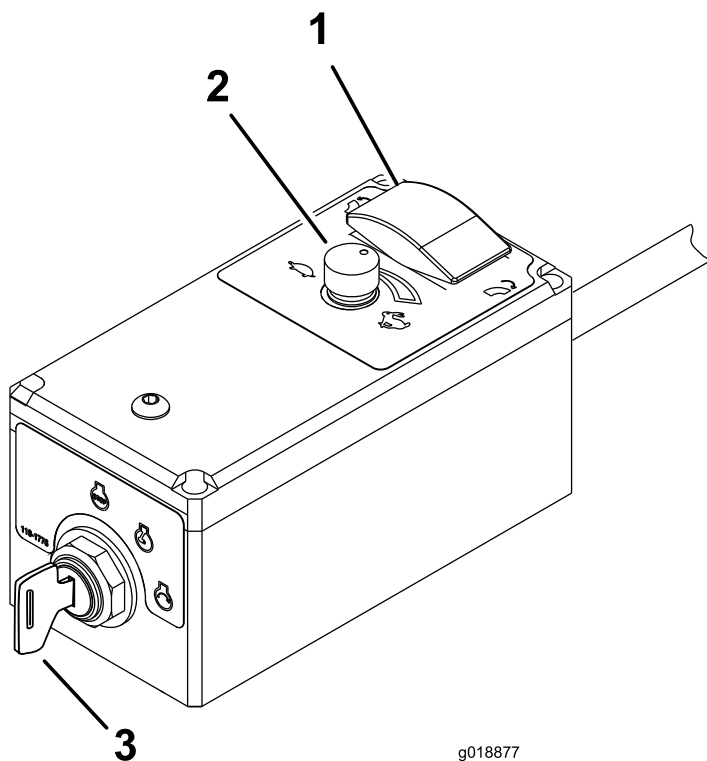

Figure 10
3. Tournez la clé de contact dans le sens horaire en position DÉMARRAGE pour démarrer le moteur, relâchez-la quand le moteur démarre (Figure 10).
3. Si vous quittez la machine, tournez la clé en position ARRÊT avant de la retirer du commutateur d'allumage (Figure 10).